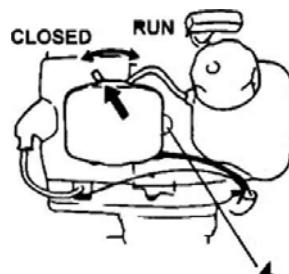

Рис.4
2. Несколько раз нажать на топливный праймер (4), чтобы топливо потекло через праймер или обратную трубку. (При наличии подобного оснащения) (Рис.4)